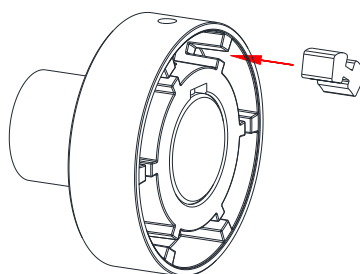

Fig. 7 : Montage des amortisseurs de torsion
- Insérer les amortisseurs de torsion dans le moyeu femelle (voir fig. 7).